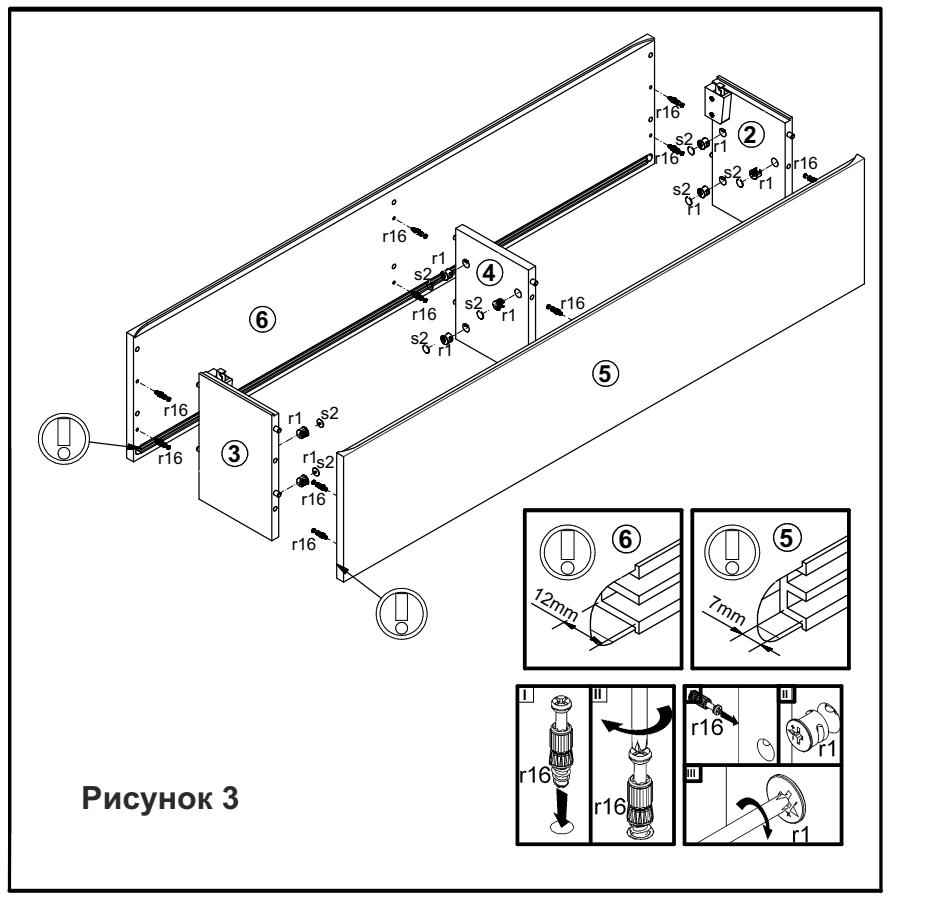

Рисунок 3
4. В отверстия **Ø5 мм** на внутренних поверхностях щитов **5, 6** винты стяжки **r16** (см. рис. 3).
5. В отверстия **Ø15 мм** на внутренних поверхностях стенок боковых **2, 3**, стенки средней **4** вставить стяжки эксцентриковые **r1** (см.рис. 3).
6. Соединить детали **2, 3, 4, 5, 6** и затянуть стяжки эксцентриковые **r1**, пользуясь отверткой. Стяжки эксцентриковые **r1** закрыть заглушками **s2** (см. рис. 3).